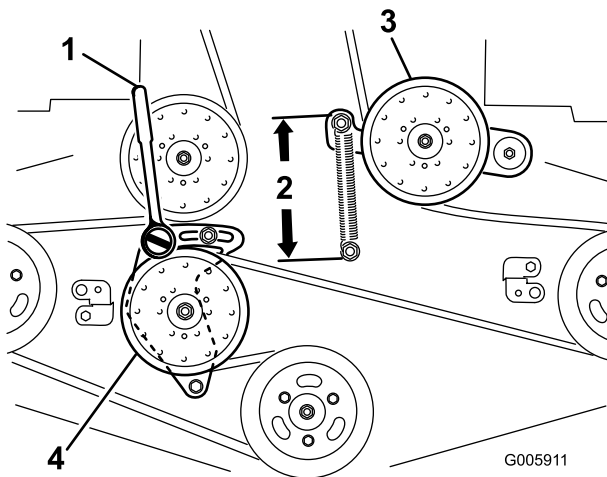

Figura 61
4. Allentare il braccio di rinvio fisso e regolarlo per scaricare la tensione della cinghia (Figura 61).
- Inserite un cricchetto con un'estensione ridotta o una barra idonea nel foro quadrato nel braccio di rinvio fisso (Figura 61).
- Per aumentare la tensione della cinghia, ruotate il cricchetto o la barra idonea in senso antiorario per spostare il braccio di rinvio fisso fino a creare uno spazio di 16,5 cm tra i ganci delle molle (Figura 61).